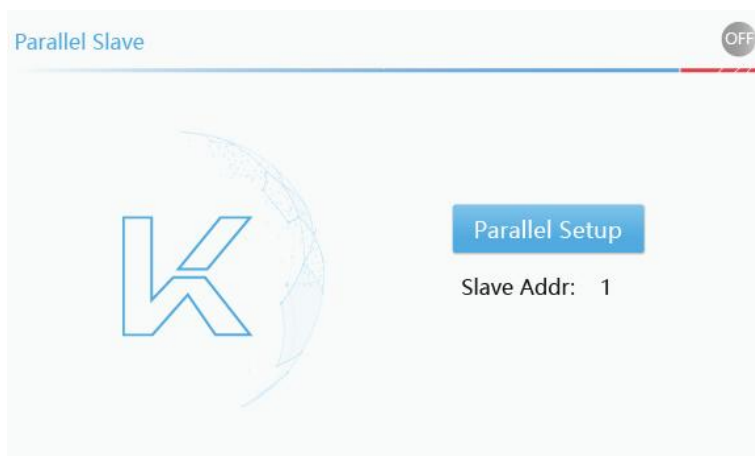

图 3-20 从机模式界面示意图
接着，分别设置②号、③号设备，②、③号设备为 Slave 从机模式。与主机相连的从机地址为 1，与从机 1 相连的从机地址为 2，以此类推。设置完成后，按 Esc 键，退出到从机显示主界面，②号从机主界面显示如下图 3-20 所示，从机地址为 1，③号从机主界面显示以不同的从机地址作区分。
当从并机模式切换为单机模式时，主机需要在 Parallel Setup 菜单中设置为 Single 单机模式，从机在图 3-20 从机界面下，点击 Parallel Setup 键，进入 Parallel Setup 菜单同样设置为 Single 单机模式即可。